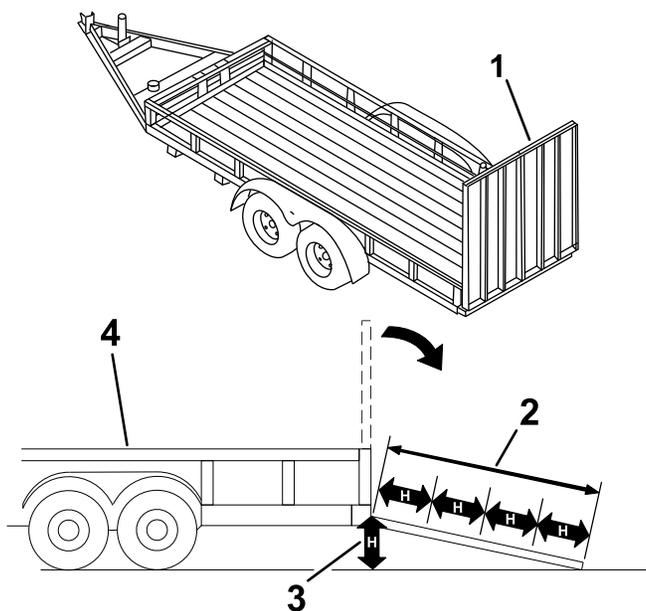

Рисунок 16
При погрузке машины на прицеп или грузовик возникает повышенная вероятность опрокидывания, что может привести к получению тяжелой травмы или гибели (Рисунок 16).
3. Опустите наклонный въезд (Рисунок 16).